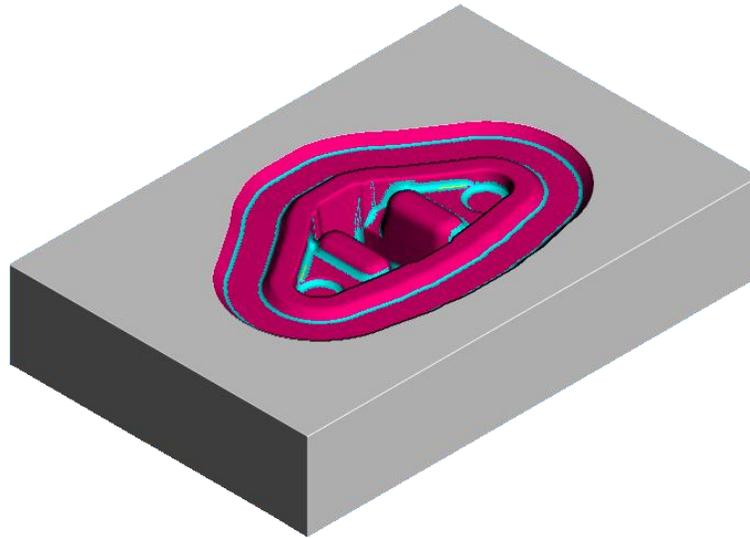

Figura 2.202 Simulación de maquinado.
- Hacer clic en el botón Activar , permitiendo que la simulación se lleve a cabo hasta el final (Figura 2.202).